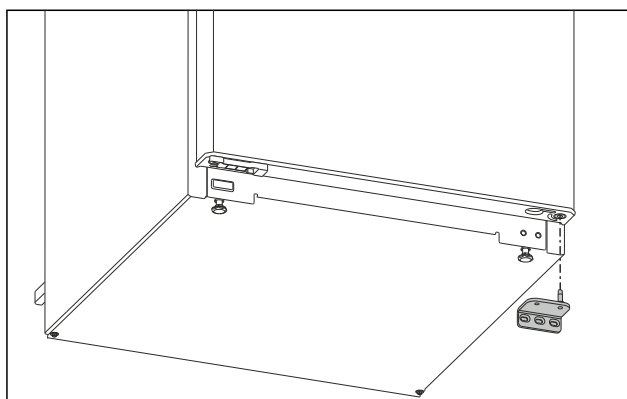

Fig. 5
- ▶ Lagerbock nach unten abnehmen. (siehe Fig. 5)